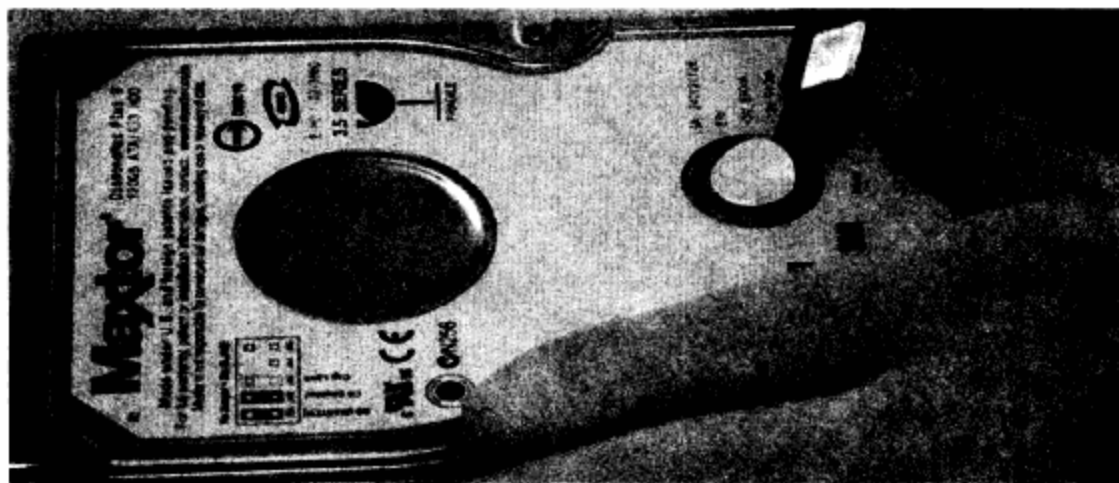

图7-8 揭开保修签
**步骤 02** 用弹簧刀小心地揭开硬盘上的保修签。如图7-8所示。